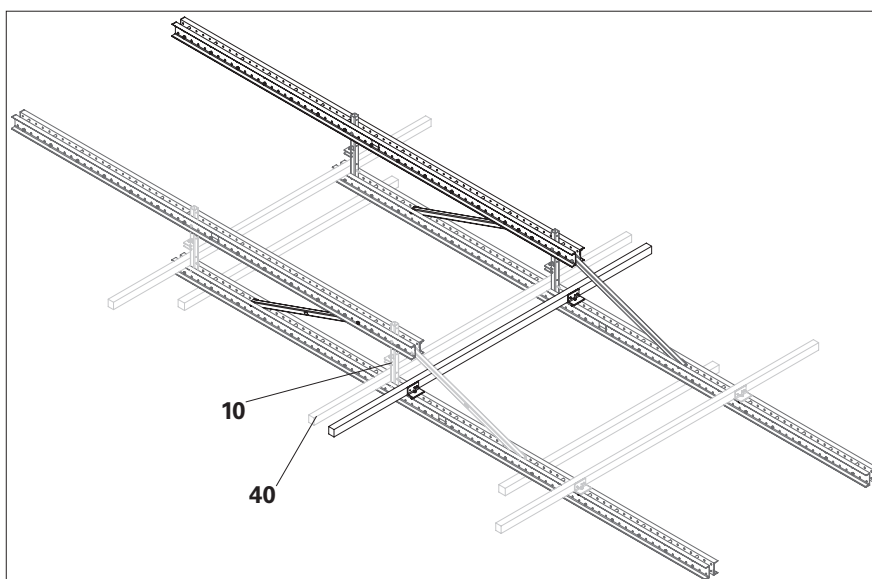

Fig. E1.03
2. Rimuovere le travi della piattaforma (40) dalle traverse (10).
3. Rimuovere i montanti parapetto di protezione (1) da entrambe le unità a staffa della console.
- (Fig. E1.03 + E1.04)